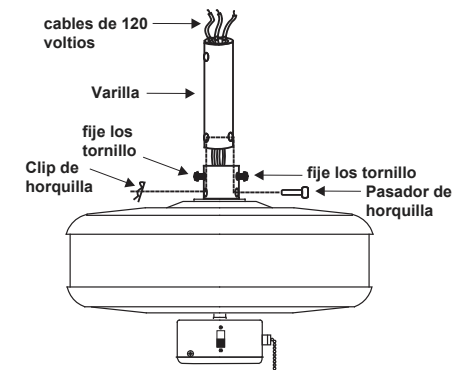

Figura 7
Paso 4. Afloje los dos tornillos del set y extraiga el pin de enganche y el pin de cierre del acoplado superior del motor (Figura 7).
Paso 5. Introduzca cuidadosamente los cables del ventilador por la varilla interior. Coloque la varilla en el acoplado hasta que se alineen los orificios del pasador de horquilla. A continuación, vuelva a colocar ambos pines y fije los tornillos (Figura 7).